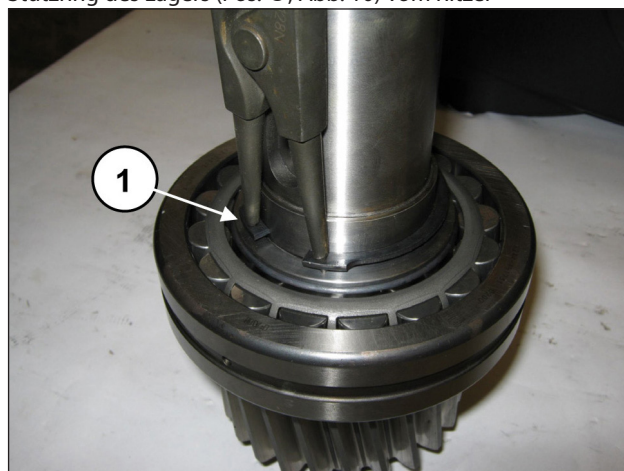
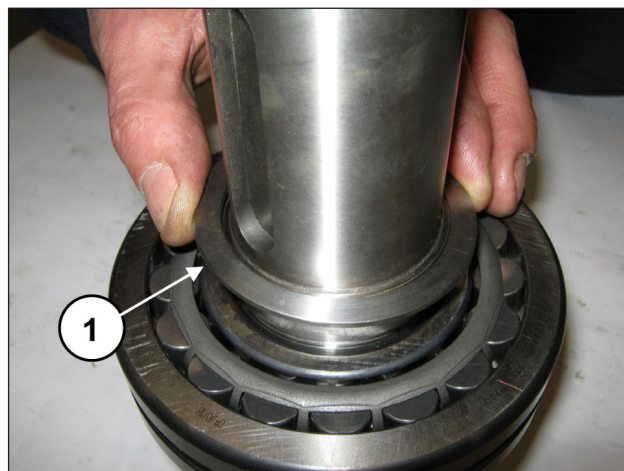

Abb. 9
Abb. 10
Entfernen Sie den Seegerring Ø55 (Pos. ①, Abb. 9) und den Stützring des Lagers (Pos. ①, Abb. 10) vom Ritzel